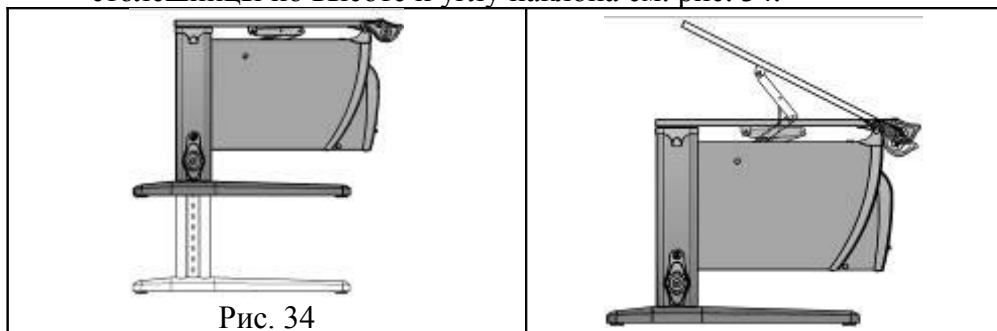

Рис. 34
- 6.2. Для удобства эксплуатации потребителями различных возрастных групп стол имеет возможность ступенчатой регулировки столешницы по высоте и углу наклона см. рис. 34.